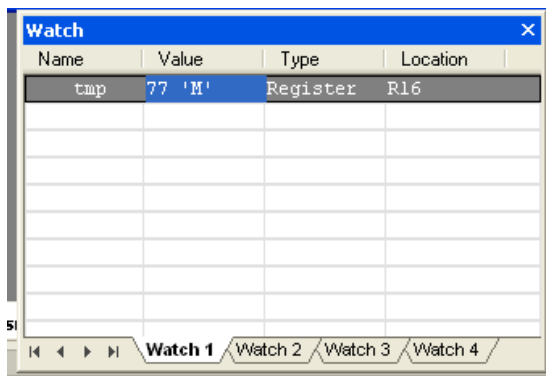

Рис.2.2. Окно просмотра значений регистров и переменных, определенных в программе
- окно Просмотра значения переменных (**Watch**). В это окно (рис.2.2) можно заносить интересующие вас регистры и переменные (в тексте программы на имени нажать правую кнопку